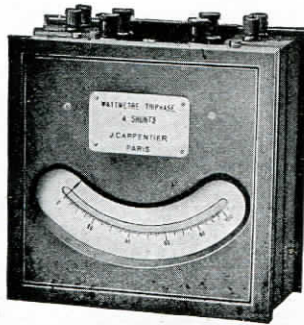

FIG. 85
**Modèle à équipement double** (fig. 85)  $\left\{ \begin{array}{l} 10 \text{ amp. (de 200 à 500 MV).} \\ 110 \text{ volts.} \end{array} \right. \quad 350. \text{ »}$